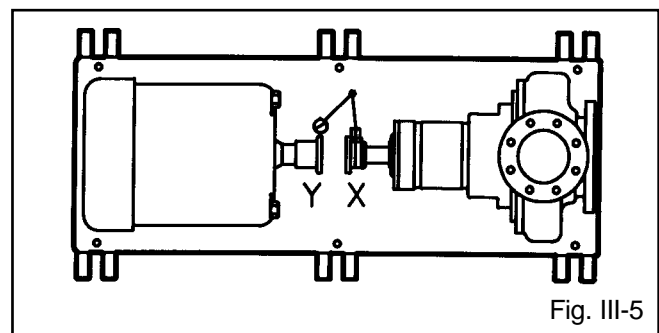

Fig. III-5
3. **Lectura negativa** – La mitad Y del acoplamiento debe estar a la izquierda de la mitad X del acoplamiento. Corrija esto deslizando uniformemente la unidad de impulsión en la dirección apropiada (Fig. III-5).